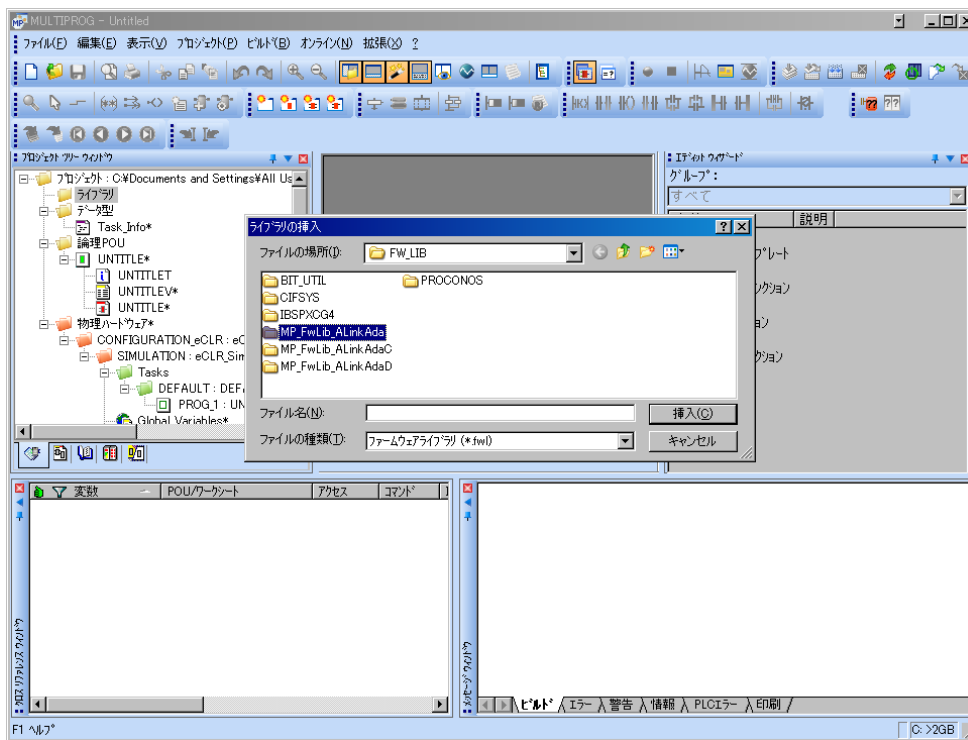

図 3-2-3. ライブラリ挿入画面②
- ③ 図 3-2-3 の画面が表示されますので、使用するファームウェアライブラリと同じ名前のディレクトリを選択してください。